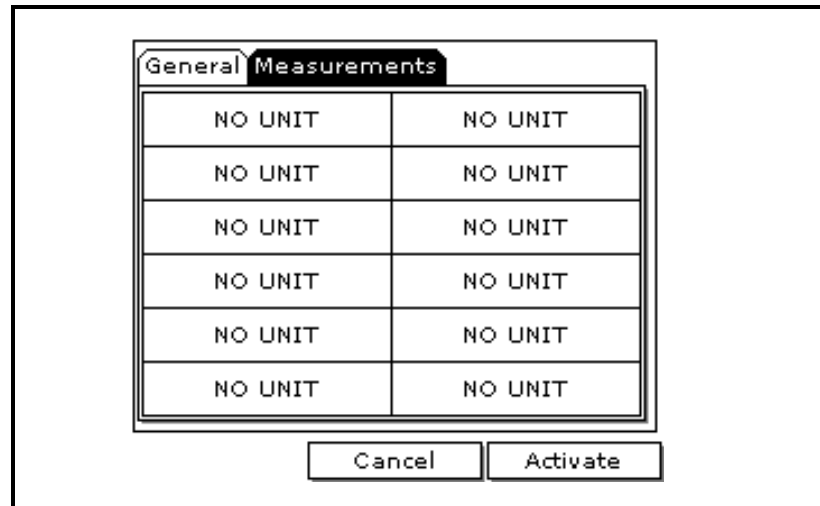

图 3-9 : Log Measurements (日志测量结果) 窗口
2. 使用方向键移至 Measurements (测量结果) 选项卡, 然后按 [ENTER] (进入)。随即会出现一个类似于下图 3-9 的屏幕。